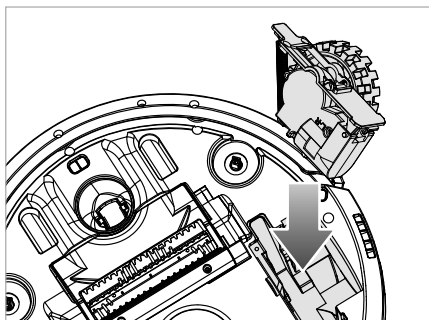

Afb. 21
- 3) Trek het wiel **20/34** een stukje uit het apparaat en reinig het met een licht bevochtigde doek of met het schoonmaakborsteltje **11** (zie afb. 21 en 22). Veeg indien nodig ook het wielcompartiment schoon.